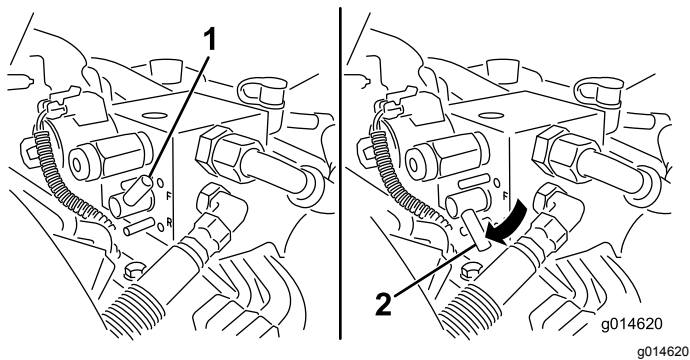

Figure 51
- Tournez le levier de rodage à la position de rotation ARRIÈRE (R) (Figure 51).